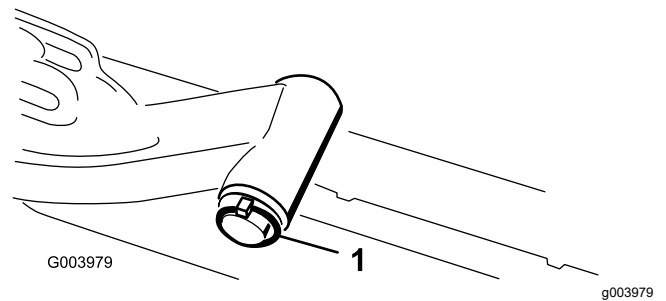

**Figure 7**
9. Pour les unités de coupe avant, poussez une unité de coupe sous le bras de levage tout en insérant l'arbre du bâti porteur dans la chape de pivot du bras de levage (Figure 7).
- B. Insérez la chape du bras de levage sur l'arbre du bâti porteur (Figure 7).